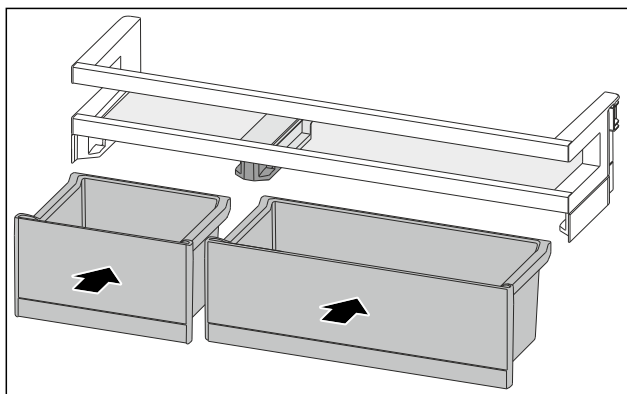

Fig. 95
- ▶ Vstavite bokse VarioBox v obratnem vrstnem redu. (glejte Fig. 95)